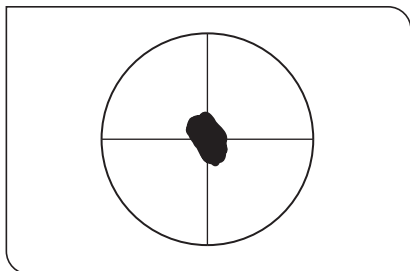

Fig. 2-1
5. Tourner la molette du compensateur et s'assurer que la portion mesurée au centre de l'échantillon est sombre comme illustré à la Fig. 2-1 (Remarque). Si elle n'est pas sombre, tourner la platine à -90° et la bloquer en position.